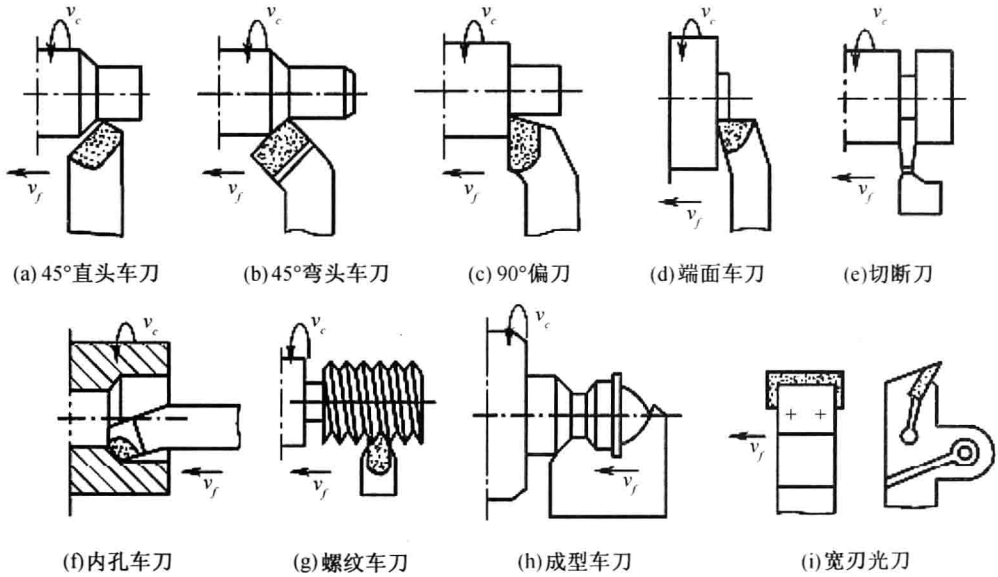

图 1-2-2 车刀的种类和用途
根据不同的车削加工内容,常用的车刀有外圆车刀、内孔车刀、切断刀、端面车刀、螺纹车刀和成型车刀等,如图 1-2-2 所示。
①外圆车刀用于加工外圆柱面和外圆锥面,可分为直头车刀[如图 1-2-2(a)所示]、弯头车刀[如图 1-2-2(b)所示]和偏刀[如图 1-2-2(c)所示]。直头车刀主要用于加工没有阶梯的光轴;45°弯头外圆车刀可以加工外圆,也可以加工端面和倒棱;偏刀有 90°、93°和 95°主偏角,常用来加工外圆、台阶和端面。
外圆车刀可分为粗车刀、精车刀和宽刃光刀。精车刀刀尖过渡圆弧半径较大,加工时可得到较小的残留面积;宽刃光刀[如图 1-2-2(i)所示]用于低速大进给量精车。
②端面车刀[如图 1-2-2(d)所示]用于车削垂直于轴线的平面,工作时采用横向进给。
③切断刀[如图 1-2-2(e)所示]用于从棒料上切下已加工好的零件,也可以切槽。切断刀切削部分宽度很小、强度低,排屑不畅时极易折断,所以要特别注意刀刃形状几何参数的合理性。
④内孔车刀[如图 1-2-2(f)所示]用于车削圆孔,工作条件比外圆车刀差,这是由于内孔车刀的刀杆截面尺寸和悬伸长度都受被加工孔的限制,刚度低、易振动,只能承受较小的切削力。
⑤成型车刀[如图 1-2-2(h)所示]是一种加工回转体成型表面的专用刀具,不但可以加工外成型表面,还可以加工内成型表面。成型车刀主要用于大批量生产,其设计与制造比较麻烦,刀具成本比较高。但为使成型表面精度得到保证,工件批量小时,在普通车床上也常常使用。
⑥螺纹车刀[如图 1-2-2(g)所示]车削部分的截形与工件螺纹的轴向截形(即牙型)相同。按所加工的螺纹牙型不同,可分为普通螺纹车刀、梯形螺纹车刀、矩形螺纹车刀、锯齿形螺纹车刀等。车削螺纹比攻丝和套丝加工精度高,表面粗糙度低。因此,用螺纹车刀车削螺纹是一种